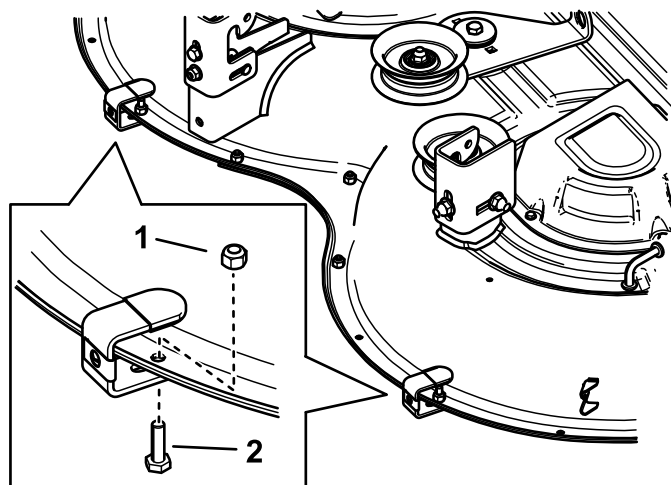

Figur 1
2. Fastgør en hætte og en hastighedsmøtrik på hvert monteringsbeslag (Figur 1).